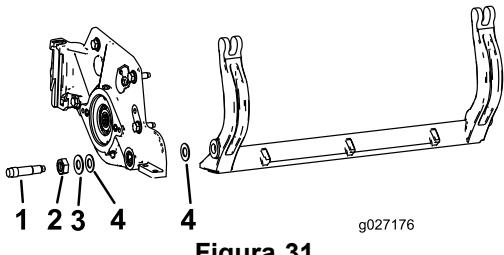

Figura 31
Nota: Guarde as duas anilhas de nylon e anilha de aço prensado de cada uma das extremidades da barra de apoio (Figura 31).
- Nota:** Coloque uma anilha de nylon de cada lado da placa lateral. Coloque uma anilha de aço no exterior de cada uma das anilhas de nylon (Figura 31).
Nota: As anilhas podem ter uma folga interna (Figura 31).